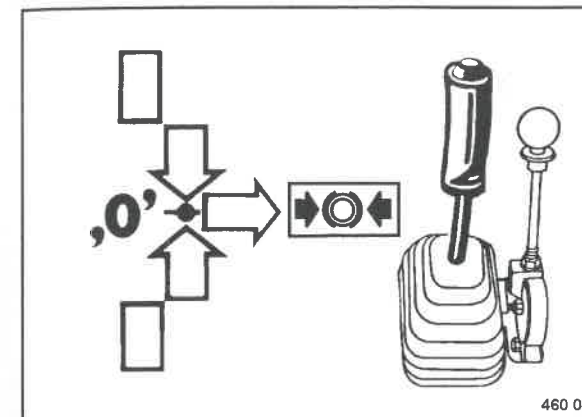

Fig. 42
- Accertarsi che la leva di marcia (Fig. 42) si trovi a destra nella posizione di frenata.